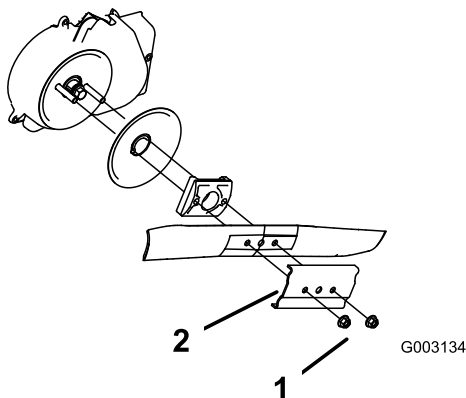

Bild 49
3. Entfernen Sie die beiden Messermuttern und die Verstärkung (Bild 49).
4. Nehmen Sie das Messer heraus (Bild 49).
5. Bauen Sie das neue Messer ein (Bild 49).